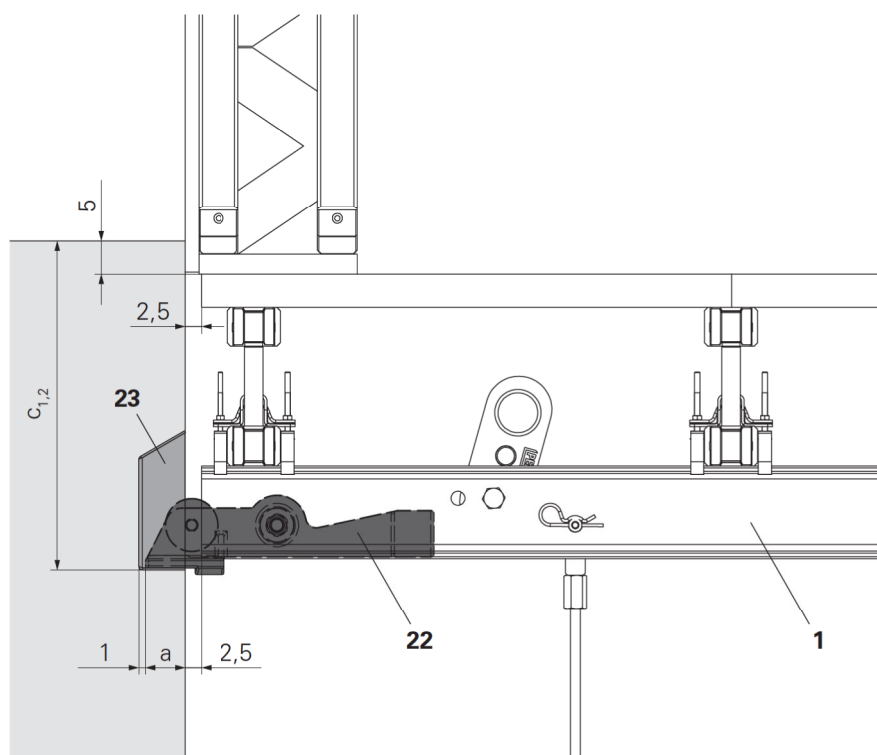

Fig. A1.02
- Realizzare la distanza $c_{1,2}$ tra il bordo inferiore dell'inserto per riservazione e il giunto di ripresa in base al tipo di trave impalcato. (Fig. A1.02)